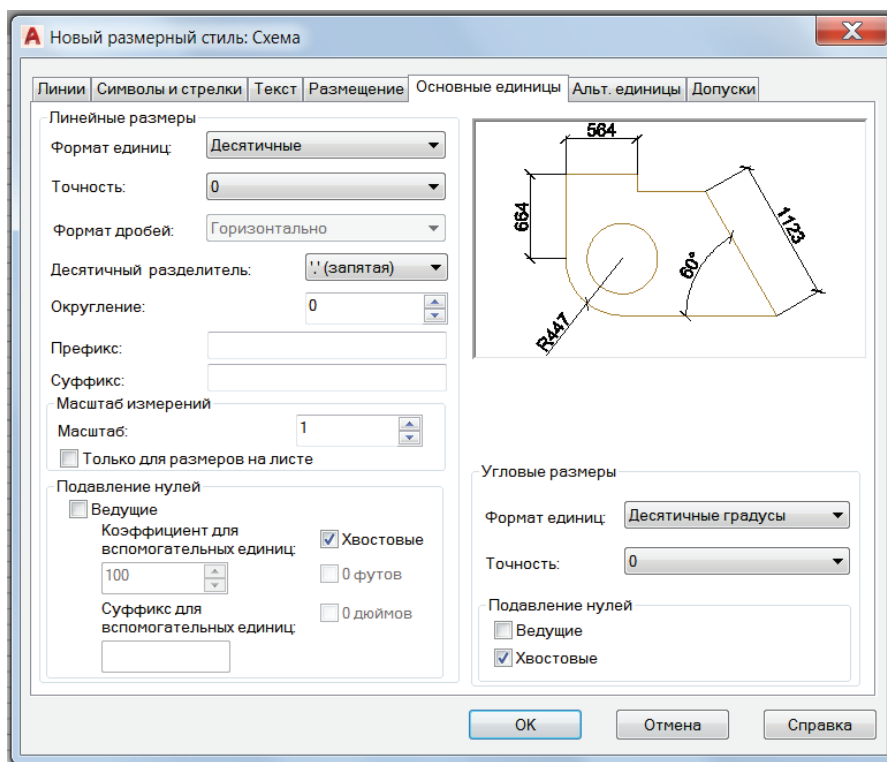

Рис. 2.5.27. Диалоговое окно **Новый размерный стиль**. Вкладка **Основные единицы**
- Вкладка **Основные единицы** (рис. 2.5.27).